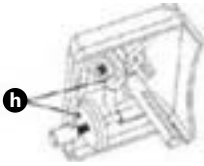

Imagen 10
- Tras el afilado, frote las piedras (h) con una escobilla humedecida en alcohol (imagen 10).